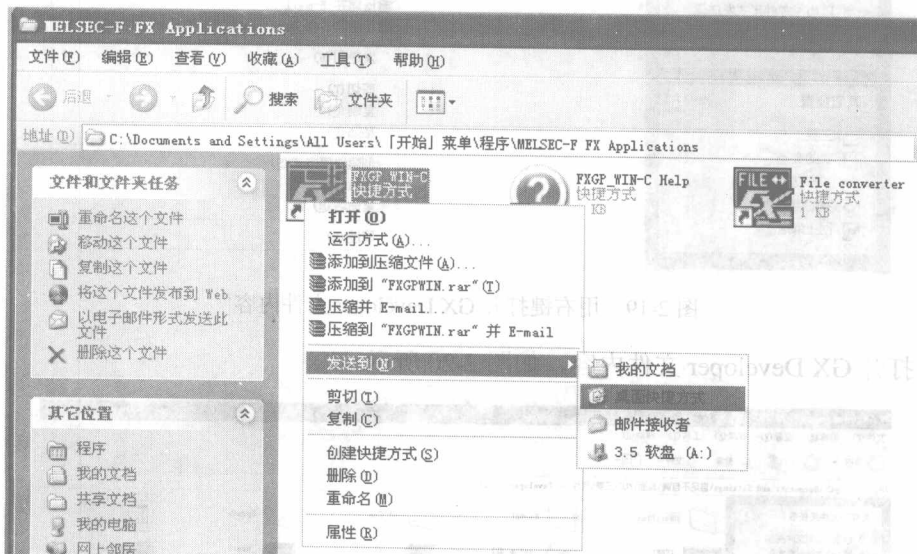

图 2-16 发送到“桌面快捷方式”
(15) 发送到“桌面快捷方式”,以便每次开机后能从桌面上快速找到该软件,进行编程。如图 2-16 所示。